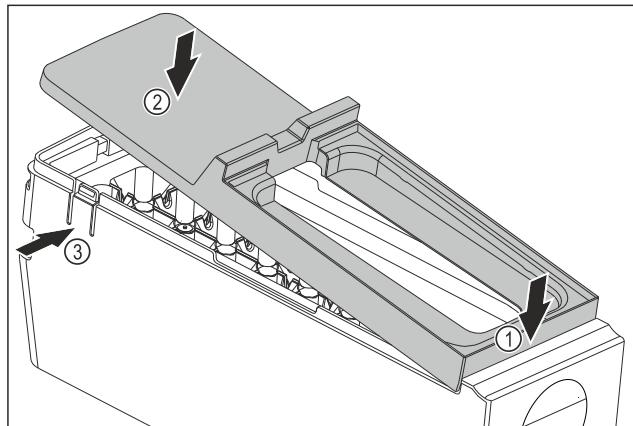

Fig. 144
- Встановіть кришку корпусу EasyTwist-Ice: Прикріпіть кришку спереду. Fig. 144 (1)
- Опустіть кришку ззаду. Fig. 144 (2)
- Кришка зі звуком фіксується в обох виступах Fig. 144 (3).